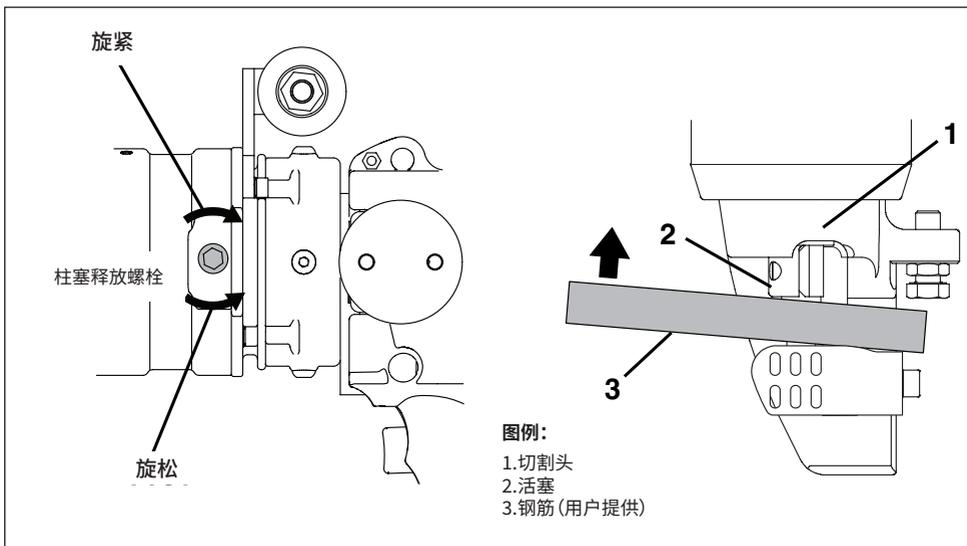

图 17, 柱塞手动缩回程序
参见以下步骤。参见图 17。
- 使用坚硬的钢筋，手动将切断机的柱塞推回，直至其缩回原位。请参见图 17，第 3 项。这一操作将会清理掉正常运行过程中阻碍柱塞缩回原位的污垢或其它杂物。
- 清洁柱塞的外露部分。清除该部分上的所有碎片、碎屑和污垢。请参见图 17，第 2 项。